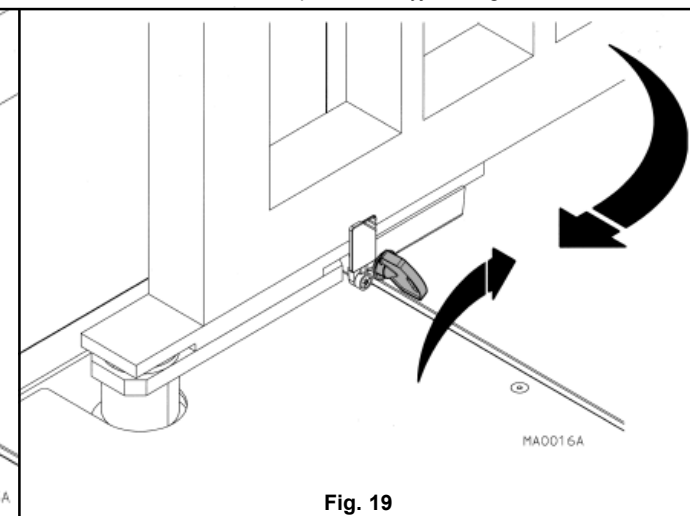

Fig. 19
- Insérer la clé dans la serrure (fig. 19) et tourner jusqu'à ce qu'elle bloque.
- Introduzca la llave en el perno (fig. 19) y gírela hasta que se detenga.
- Nałożyć klucz na sworzeń (rys. 19) i przekreślić go aż do oporu.